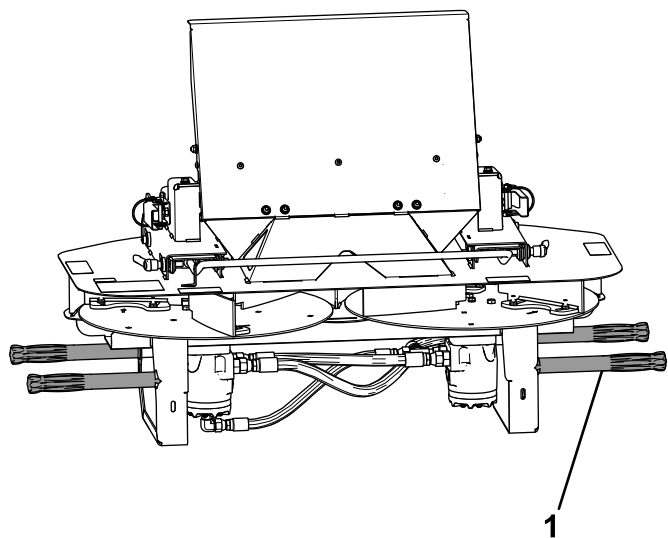

Figura 3
4. Utilizzate i manici di sostegno su ogni lato per sollevare lo spargitore doppio (Figura 3).